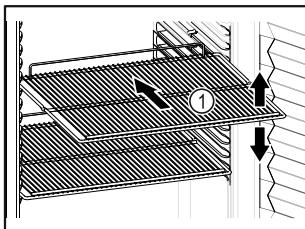

Fig. 62 Représentation à titre d'exemple
- Si les surfaces de rangement Fig. 62 (1) sont mobiles, les régler en hauteur.